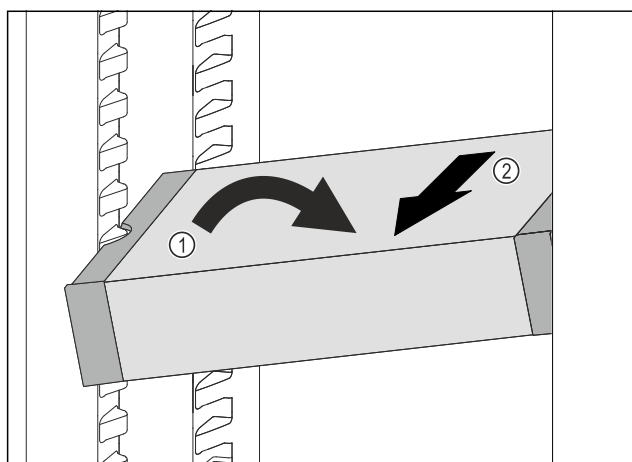

Fig. 97
- ▶ Ställ VarioSafe snett i kyldelen. Fig. 97 (1)
- ▶ Dra VarioSafe framåt för att ta ut den. Fig. 97 (2)